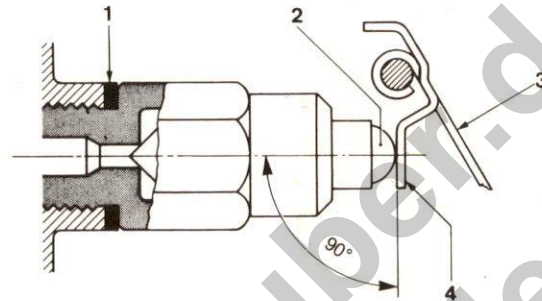

Abb. 31
- Kontrollieren, dass die Schwimmerzunge rechtwinkelig zur Schwimmerachse steht (**Abb. 31**). Sollte dies nicht der Fall sein, ist die Schwimmernadelventildichtung (aus Aluminium) durch eine neue mit anderer Dicke zu ersetzen (Weber Originalersatzteil).